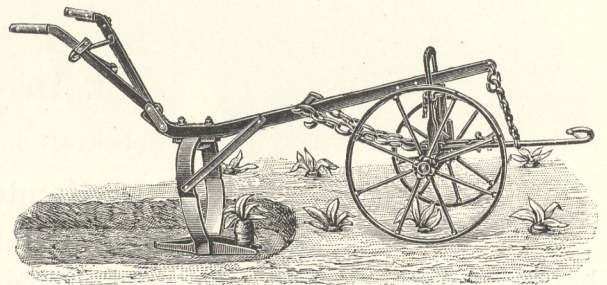

Fig. 856. Rübenhebe pflug von Rud. Sack, Leipzig-Plagwitz.
a) *Einreihige Rübenheber*. Entweder ist das Schar so eingerichtet, daß es die Rüben nur von einer Seite „untergreift“, oder die Rüben werden etwa in ihrer Mitte durch Zinken wie zwischen einer Gabel gefaßt (Fig. 856). Die Zinken steigen nach hinten an und drängen dadurch bei ihrer Fortbewegung die Rüben aus ihrem Standort heraus. Haben die Rüben die schrägen Flächen der Zinken passiert, so sinken sie, aus ihrer Verbindung mit dem Boden losgelöst, in ihre frühere Lage zurück, so daß sie dann bequem mit der Hand herausgenommen werden können. Bei den Maschinen der ersteren Art geht das Hebeschar 20—22 cm tief in den Boden und lockert ihn so sehr, daß eine schwierigere Abfuhr der Rüben und auch eine bessere Entwicklung der den Rüben feindlichen Nematoden mit dieser tiefen Lockerung verbunden ist. Die Maschinen mit zwei Scharen arbeiten nur bis zu einer Tiefe von etwa 13 cm, wobei dann auch die erforderliche Zugkraft und die Bodenlockerung verhältnismäßig gering ist.